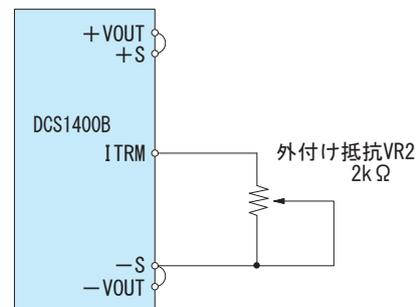

図3.7 外付け部品の接続方法
(1) 外付け抵抗による定電流外部可変
- ポリウム (VR2) を図 3.7 のように接続することで定電流動作を開始する出力電流を可変することができます。